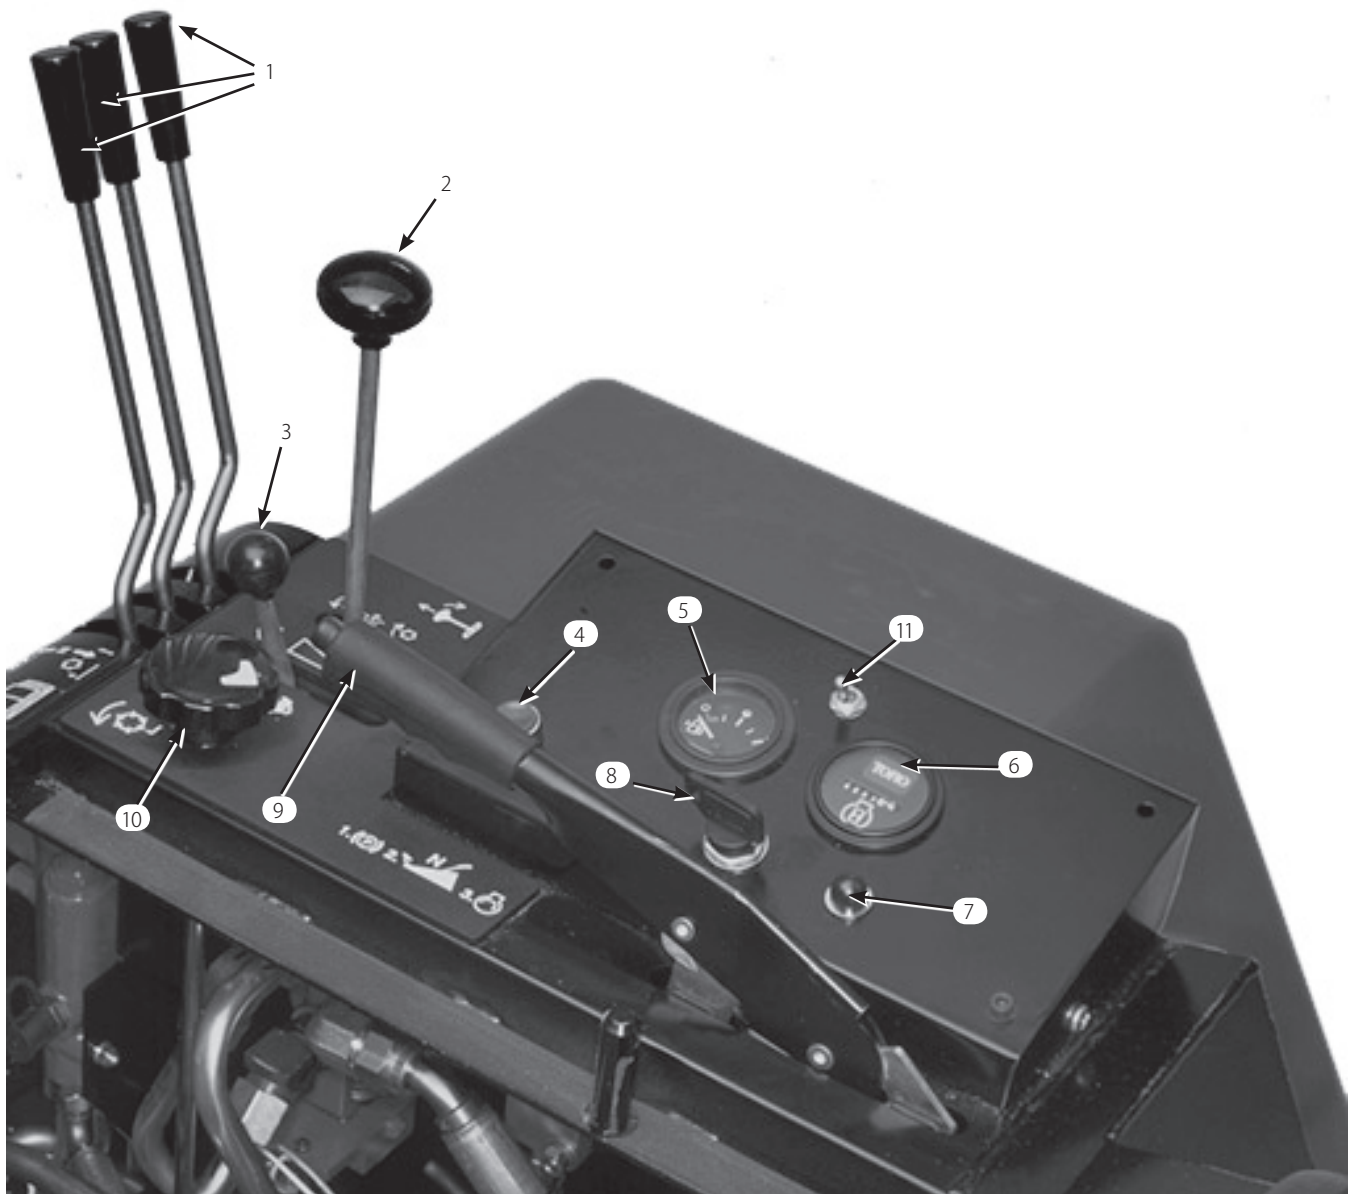

図 13
外側の2本のレバー(図13)は外側の各ユニットの昇降に使います。中央のレバーは前部の左右および中央のユニットの昇降に使います。カuttingユニットを降下させるには、エンジンが作動していることが必要です。カuttingユニットを上昇させるとリールの回転は自動的に停止します。レバー操作は最後まで確実に行ってください;手を離したただけニュートラルに戻すとユニットがフロートしない場合があります。
エンジンがオーバーヒートして安全装置が働いたためにエンジンが自動停止した場合でも、このボタン(図13)を押すと、エンジンを始動させることができます。ただし、ごく短時間の使用にとどめてください。
燃料残量を表示します(図13)。
アワー・メータ(図13)は、本機の積算運転時間を表示します。
キーをON位置に回すとこのランプ(図13)が点灯します。グロープラグが約10秒間作動し、その後ランプが消灯したらエンジンを始動することができます。
3つの位置があります: OFF, ON, STARTです。キー(図13)をSTART位置に回し、エンジンが始動したらキーから手を離します。キーをOFF位置に回せばエンジンは停止します。
このレバー(図13)を引き上げるとブレーキがロックします。ロックを解除するには、レバーをもう一度引き、解除ボタンを押してレバーを戻します。ブレーキをロックしておかないとエンジンを始動することはできません。運転席を離れるときには必ず駐車ブレーキをかけてください。
このレバー(図13)をスイッチを前に倒すとカuttingユニットの回転許可となります。中央位置はカuttingユニットの回転禁止位置です。バックラップをする場合には、レバーを引き上げて後ろに倒します。
このノブ(図13)を右に回すとリールの速度が速くなり、左にまわすと遅くなります。走行速度リミッタと組み合わせで使用し、ベストのクリップになるように設定します。
前に倒すとエンジン回転速度が速くなり、後ろに引くと遅くなります(図13)。
このスイッチ(図13)を前に倒すと4輪駆動となります。スイッチを後に倒すと2輪駆動となります。(4輪駆動モデルにのみ装備)
1. 着席し、走行ペダルから足をはなす。駐車ブレーキが掛かっていることを確認する(図13)。走行ペダルと刈り込み・バックラップ切換レバーがニュートラルになっていることを確認する。
2. 着席し、駐車ブレーキを掛ける(図13)。刈り込み・バックラップ切換レバー(図13)を「刈り込み」位置、「バックラップ」位置にセットして、それぞれエンジンの始動を試みる。クランキングする場合はインタロック・スイッチが故障しているので修理が必要である。クランキングしない場合はインタロック(カuttingユニット駆動スイッチ)が正常に作動している。
作業中に警告灯が点灯したら、直ちに機械を停止し原因を確認してください。異常を放置したまま作業を続けると本機に重大な損傷を招く可能性があります。しかし、短時間であれば、非常用エンジン始動ボタン (図13) を使ってエンジンを始動し機械を緊急避難させることができます。